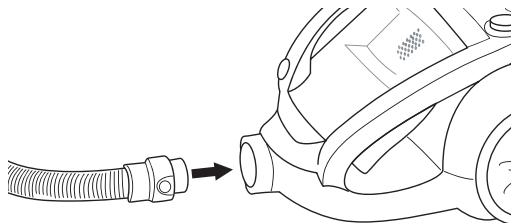

Abbildung 2
1. Arretieren Sie das Anschlussstück des Schlauchs im Schlauchanschluss auf dem Motorgehäuse. Wenn Sie den Schlauch entfernen wollen, dann drücken Sie die zwei seitlichen Knöpfe am Anschlussstück ein und ziehen Sie das Anschlussstück heraus, siehe Abbildung 2.